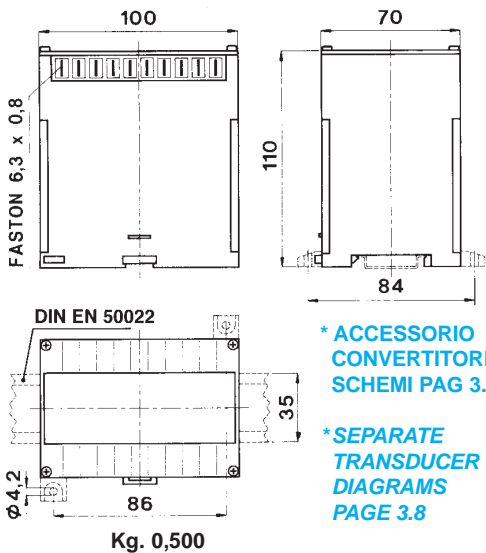

Fig. 2
- * Completati di accessorio convertitore separato (fig. 2).
- * Equipped with separated transducer (see fig. 2).